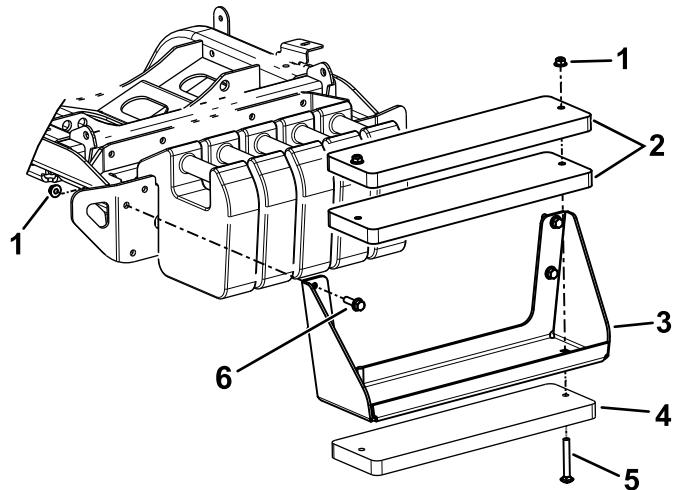

Figura 22
**Notă:** Consultai Figura 22 pentru același paș.
- A. Utilizai uruburile ( $\frac{3}{8} \times 4"$ ) și piulile ( $\frac{3}{8}"$ ) pentru a fixa cele 3 greutăi la suport (Figura 22).
- B. Utilizai uruburile și piulile cu cap hexagonal (incluse în set) pentru a fixa suportul de greutate la maină (Figura 22).
- A. Îndepărtați suportul pentru greutate de la maină (Figura 22).
- C. Utilizai uruburile ( $\frac{3}{8} \times 4"$ ) și piulile ( $\frac{3}{8}"$ ) pentru a fixa cele 3 greutăi la suport (Figura 22).
- D. Utilizai elementele îndepărtate anterior pentru a fixa la maină suportul pentru greutate (Figura 22).